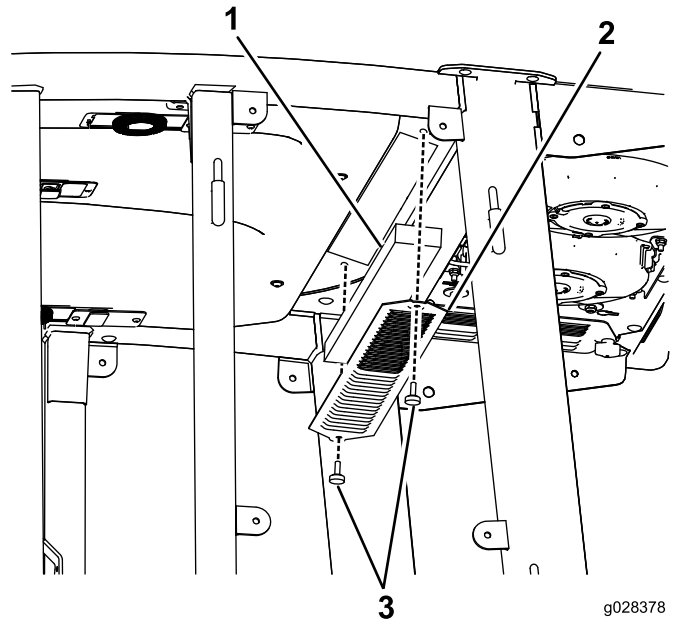
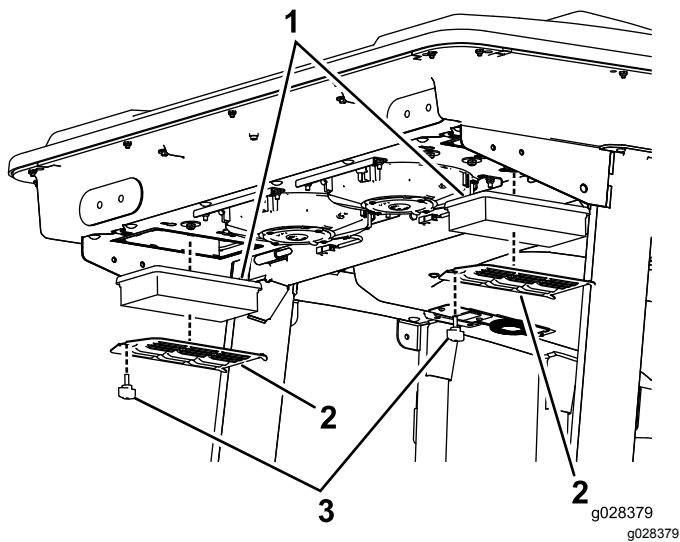

图51
图52
1. 拆下驾驶室内和驾驶室后空气滤清器的螺丝和格栅 图51 和 图52。